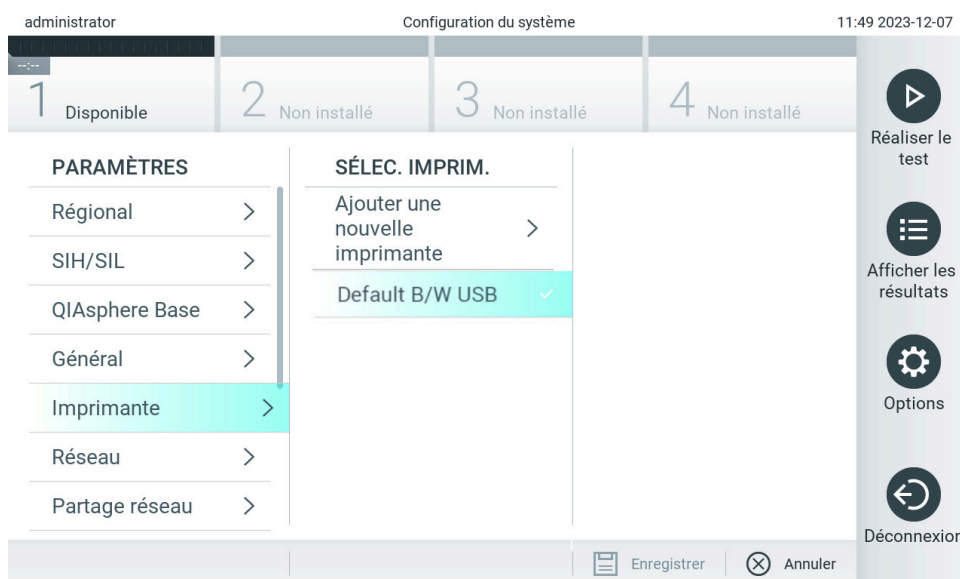

Figure 66. Sélection de l'imprimante du système.
8. Sélectionnez une imprimante dans la liste des imprimantes disponibles (figure 66).